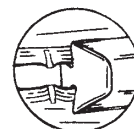

Abb. 3
9. Schieben Sie die Schutzleisten an die Endbeschläge und sichern Sie die Leisten durch das Eindrücken der Nuten an den inneren Enden der Leisten. (Abb. 3).